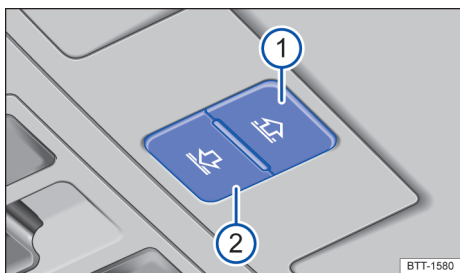

Fig. 115 No revestimento do teto: botões de comando da cortina de proteção solar.
- *Abrir a cortina de proteção solar:* pressionar o botão → Fig. 115 ① até o primeiro nível. Curso automático: pressionar brevemente o botão ① até o segundo nível.
- *Fechar a cortina de proteção solar:* pressionar o botão → Fig. 115 ② até o primeiro nível. Curso automático: pressionar brevemente o botão ② até o segundo nível.
- *Parar o curso automático do procedimento de abertura ou fechamento:* pressionar novamente o botão → Fig. 115 ① ou ②.
Os botões → Fig. 115 ① e ② possuem dois níveis. No primeiro nível, a cortina de proteção solar pode ser totalmente ou parcialmente aberta ou fechada.
- Aproximadamente cinco segundos após a ativação do limitador de força, pressionar o botão → Fig. 115 ② até que a cortina de proteção solar esteja totalmente fechada.